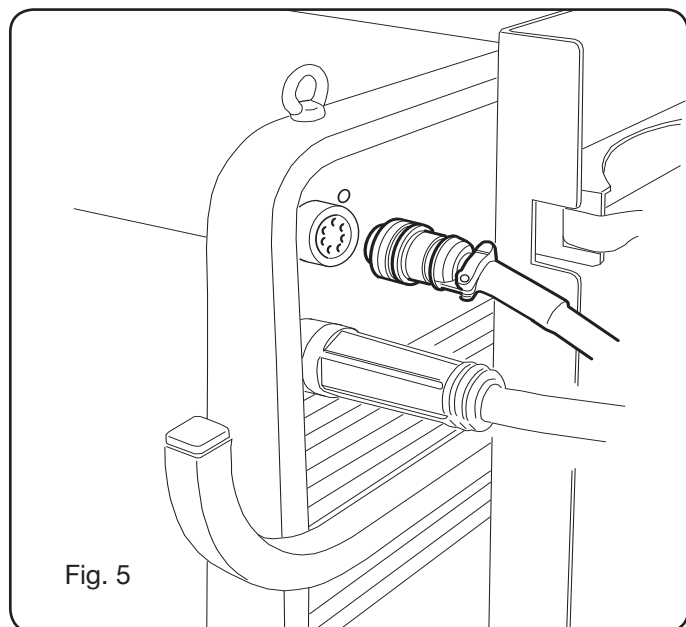

Fig. 5
- Efectuar las conexiones, detrás del generador, como se indica en Fig. 5